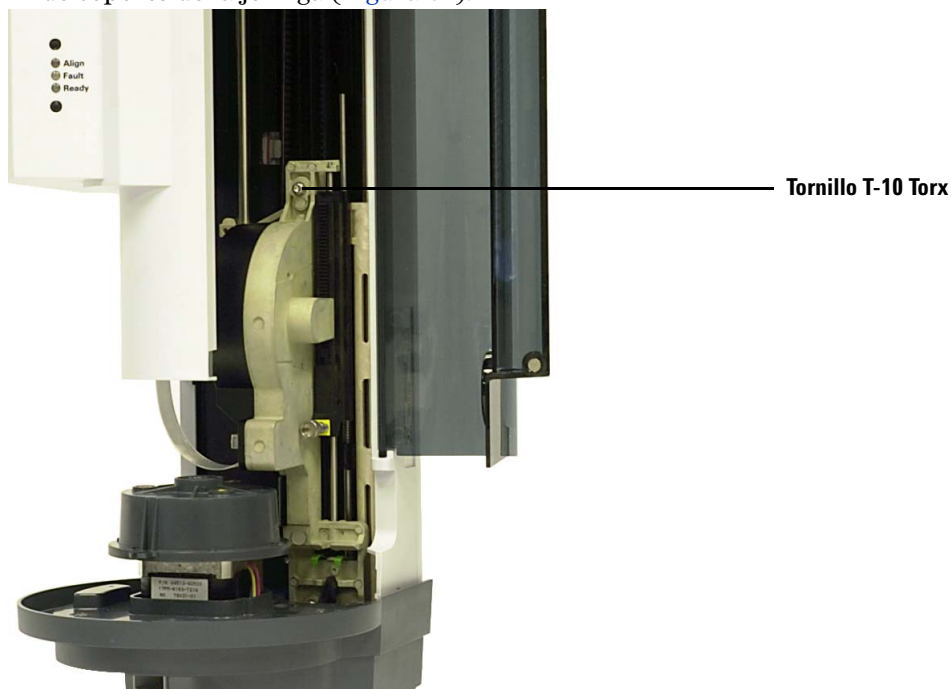

Figura 64 Apretar el tornillo en la parte superior del conjunto de soporte de la jeringa
- 11** Apriete fuertemente el tornillo T-10 Torx en la parte superior del conjunto de soporte de la jeringa (Figura 64).